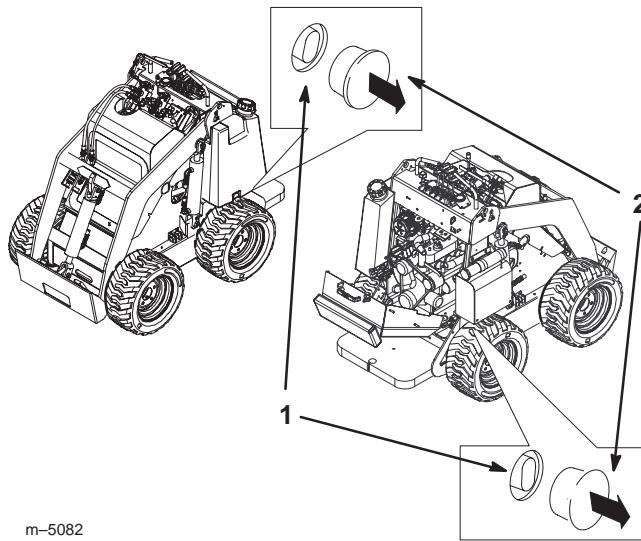

Figure 16
2. Retirez l'obturateur de chaque vanne de remorquage (Fig. 16).
3. Desserrez l'écrou de blocage sur chaque vanne de remorquage (Fig. 16).